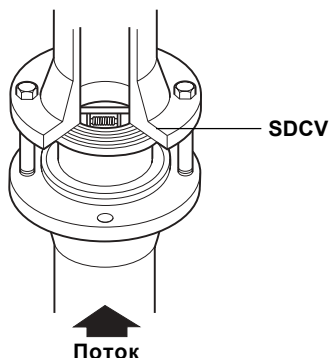

Рис.1 Клапан SDCV при межфланцевой установке
3.5 Двухлепестковый обратный клапан монтируется между фланцами как показано на Рис.1. При установке используются стандартные уплотнения с обеих сторон клапана. При сборке необходимо использовать удлинённые болты. **Прим.: Фланцы, болты (или шпильки), гайки и уплотнения в комплект поставки не входят.**